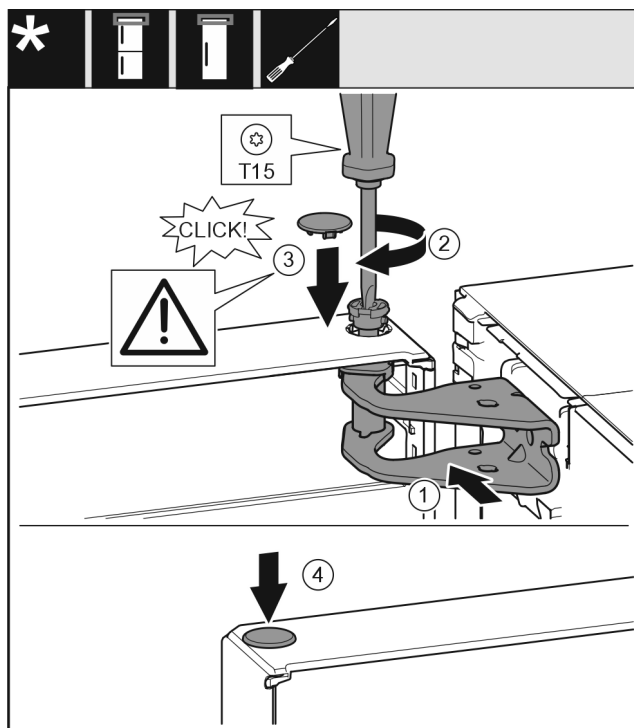

Fig. 27
- Niveloni derën lart për hapjen e saj në bazamentin mbështetës Fig. 27 (1).
- Futni bulonin Fig. 27 (2) dhe mbërthejeni me një kaçavidë.
- Vendosni kapakun mbulues Fig. 27 (3).
- Kontrolloni nëse kapaku mbulues Fig. 27 (3) qëndron mbi derë.
- Vendosni kapakun mbulues Fig. 27 (4).